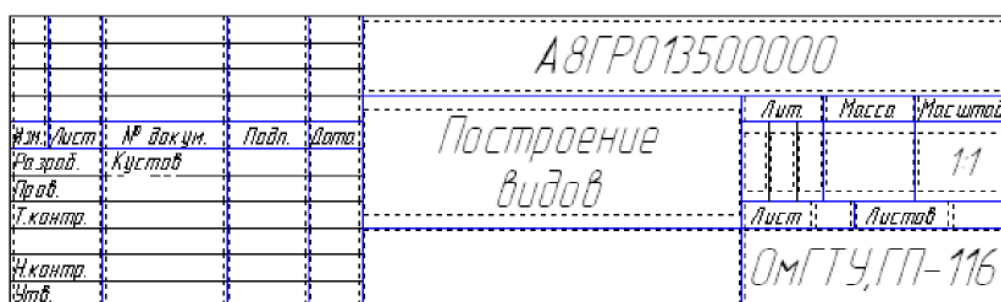

Рис. 1.27. – Основная надпись в процессе ее заполнения
1) дважды щелкнуть левой клавишей мыши на поле основной надписи и она примет вид, показанный на рис. 1.27;